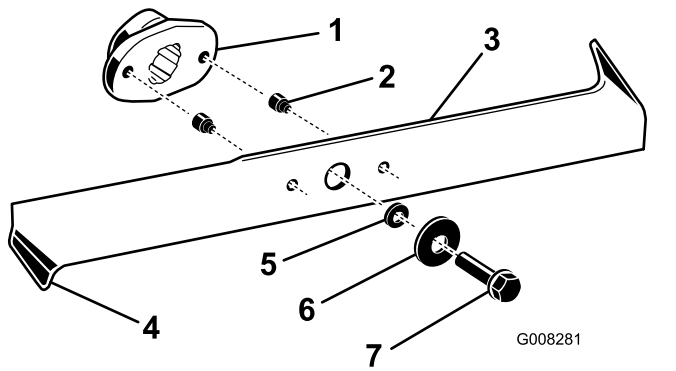

Figura 41
2. Inspeccione los filos de corte (Figura 41). Si los bordes no están afilados o tienen mellas, retire las cuchillas y afílelas; consulte Afilado de las cuchillas \(página 34\).
- Inspeccione las cuchillas, especialmente los extremos inclinados (Figura 41). Si observa cualquier daño o desgaste en esta zona, instale inmediatamente cuchillas nuevas.
- Si los pasadores de seguridad están rotos, sustitúyalos inmediatamente (Figura 41).
- Retire los pernos, las arandelas y las cuchillas (Figura 41). Inserte un bloque de madera entre cada cuchilla y el cortacésped para bloquear la cuchilla mientras se retira cada perno.
- Instale las cuchillas, las arandelas y los pernos (Figura 41).